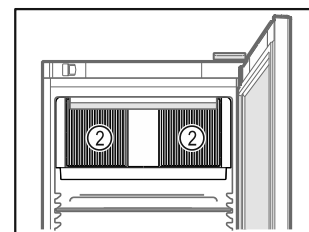

Fig. 59
- ☐ Lüftungsschlitze Fig. 59 (2) des Umluftgebläses im Innenraum freihalten.